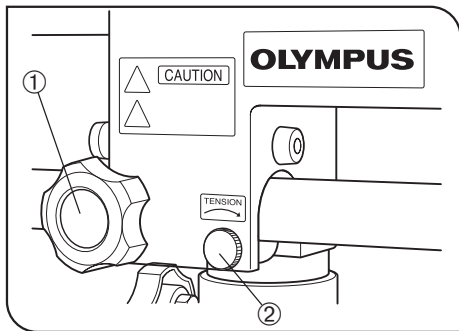

Fig. 16
1. Para mover el brazo horizontal horizontalmente, afloje el mando de fijación horizontal ①.
La tensión del desplazamiento horizontal se puede ajustar con el mando de ajuste de la tensión de desplazamiento horizontal ②. Girando el mando en la dirección de la flecha, aumenta la tensión y cuando lo gire en la dirección contraria, disminuye. (Fig.16)